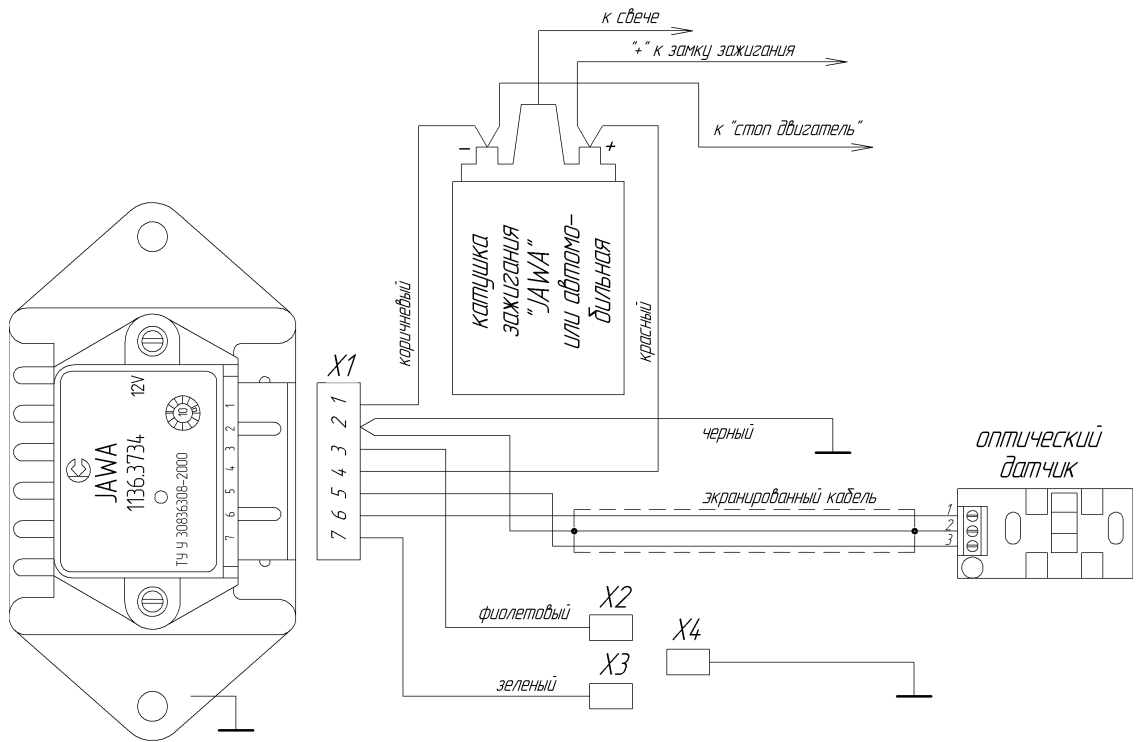

Рис. 5.2. Схема установки МПБСЗ на одноцилиндровый мотоцикл.
5.2 На рис.5.2 приведена схема включения МПБСЗ для одноцилиндрового мотоцикла, катушка может быть как «родная», так и любая автомобильная. Обязательным условием использования автомобильных катушек есть использование их вместе с новым высоковольтным проводом с распределенным сопротивлением.